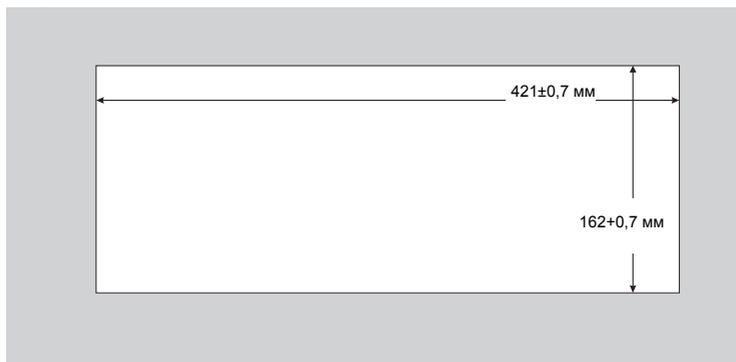

Рис. 3. Размеры выпиливаемого проема
1. Вырезать проем в подставке: с помощью лобзика или ножовки выпилить в деревянной поверхности проем в том месте, где нужно вставить **VP-727T**. На рис. 3 показан шаблон для врезки (не в масштабе), определяющий вид и размеры проема, который нужно выпилить для установки **VP-727T**.